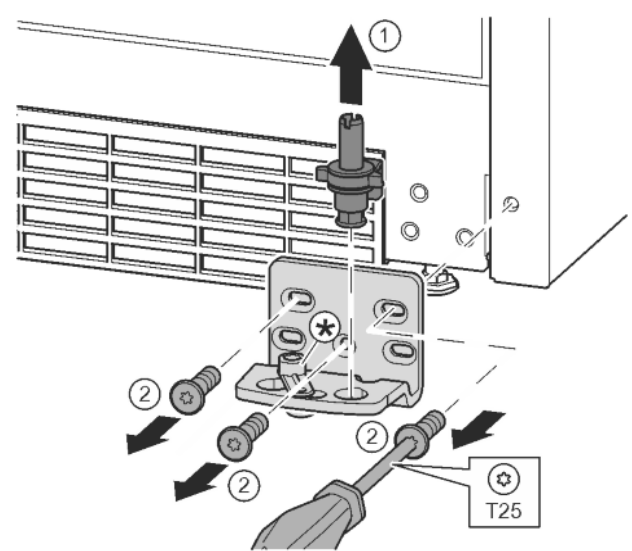

Fig. 15
- ▶ Ložiskový čep celý vytáhněte nahoru. *Fig. 15 (1)*
- ▶ Vyšroubování šroubů pomocí šroubováku T25 a sejmutí stojanu ložiska *Fig. 15 (2)*